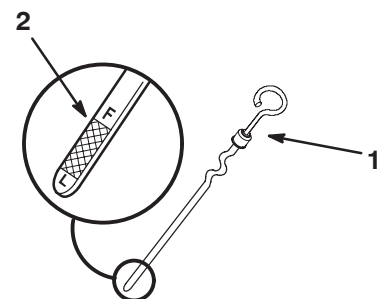

Bild 12
3. Schrauben Sie den Ölpeilstab los und wischen das Metallende ab (Bild 12).
4. Schieben Sie den Ölpeilstab vollständig in den Einfüllstutzen. Ziehen Sie den Peilstab wieder heraus und prüfen Sie das Metallende (Bild 12). Gießen Sie, wenn der Ölstand zu niedrig ist, nur so viel Öl langsam in den Einfüllstutzen, dass der Ölstand die Voll-Marke erreicht.